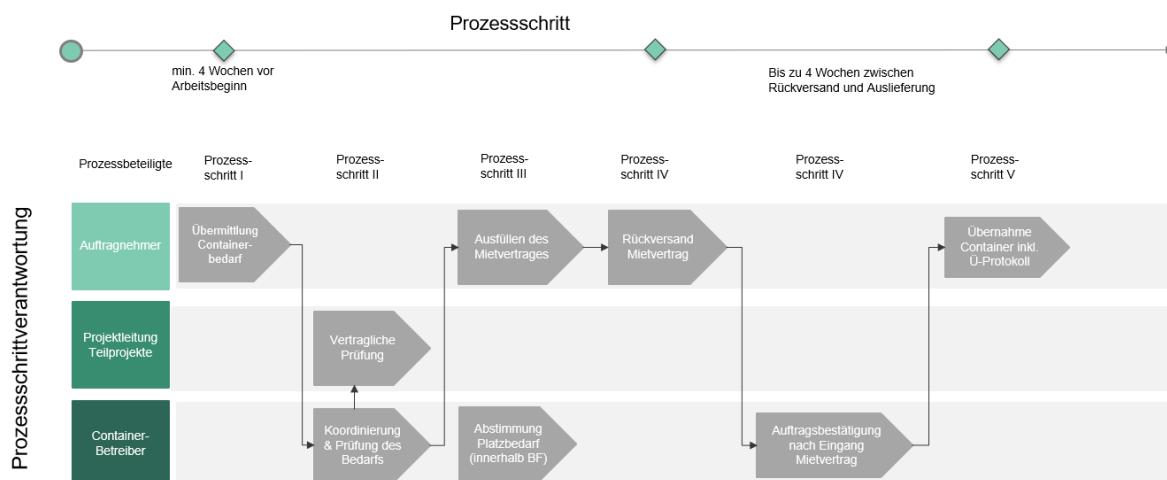

Abbildung 2 Bestellabruf für die Containeranmietung
Falls ein gewerkespezifischer und nachvollziehbar begründeter Bedarf besteht, muss dieser vom AN mithilfe des Formulars (s. Anlage 06 Bedarfsanmeldung Container) beim Containerbetreiber (CB) angemeldet werden. Der Ablauf zur Bestellung ist in Abbildung 2 dargestellt.